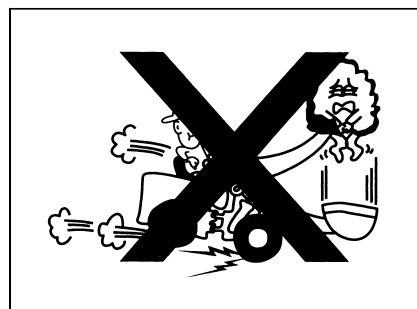

Рис. 1-43
- Резкий останов и резкий опускание рабочих устройств очень опасны. В таком случае погруженное вещество, возможно, выбрасывается, или возникает опрокидывание погрузчика, следует избавиться от данной опасности(рис. 1-43)..